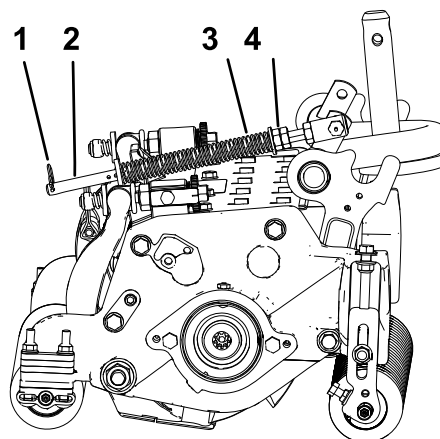

Figure 17
1. Vérifiez que la goupille fendue est insérée dans le trou de la tige de ressort (Figure 17).
2. Serrez les écrous hexagonaux à l'extrémité avant de la tige de ressort jusqu'à ce que la longueur du ressort comprimé soit égale à 15,9 cm (Figure 17).